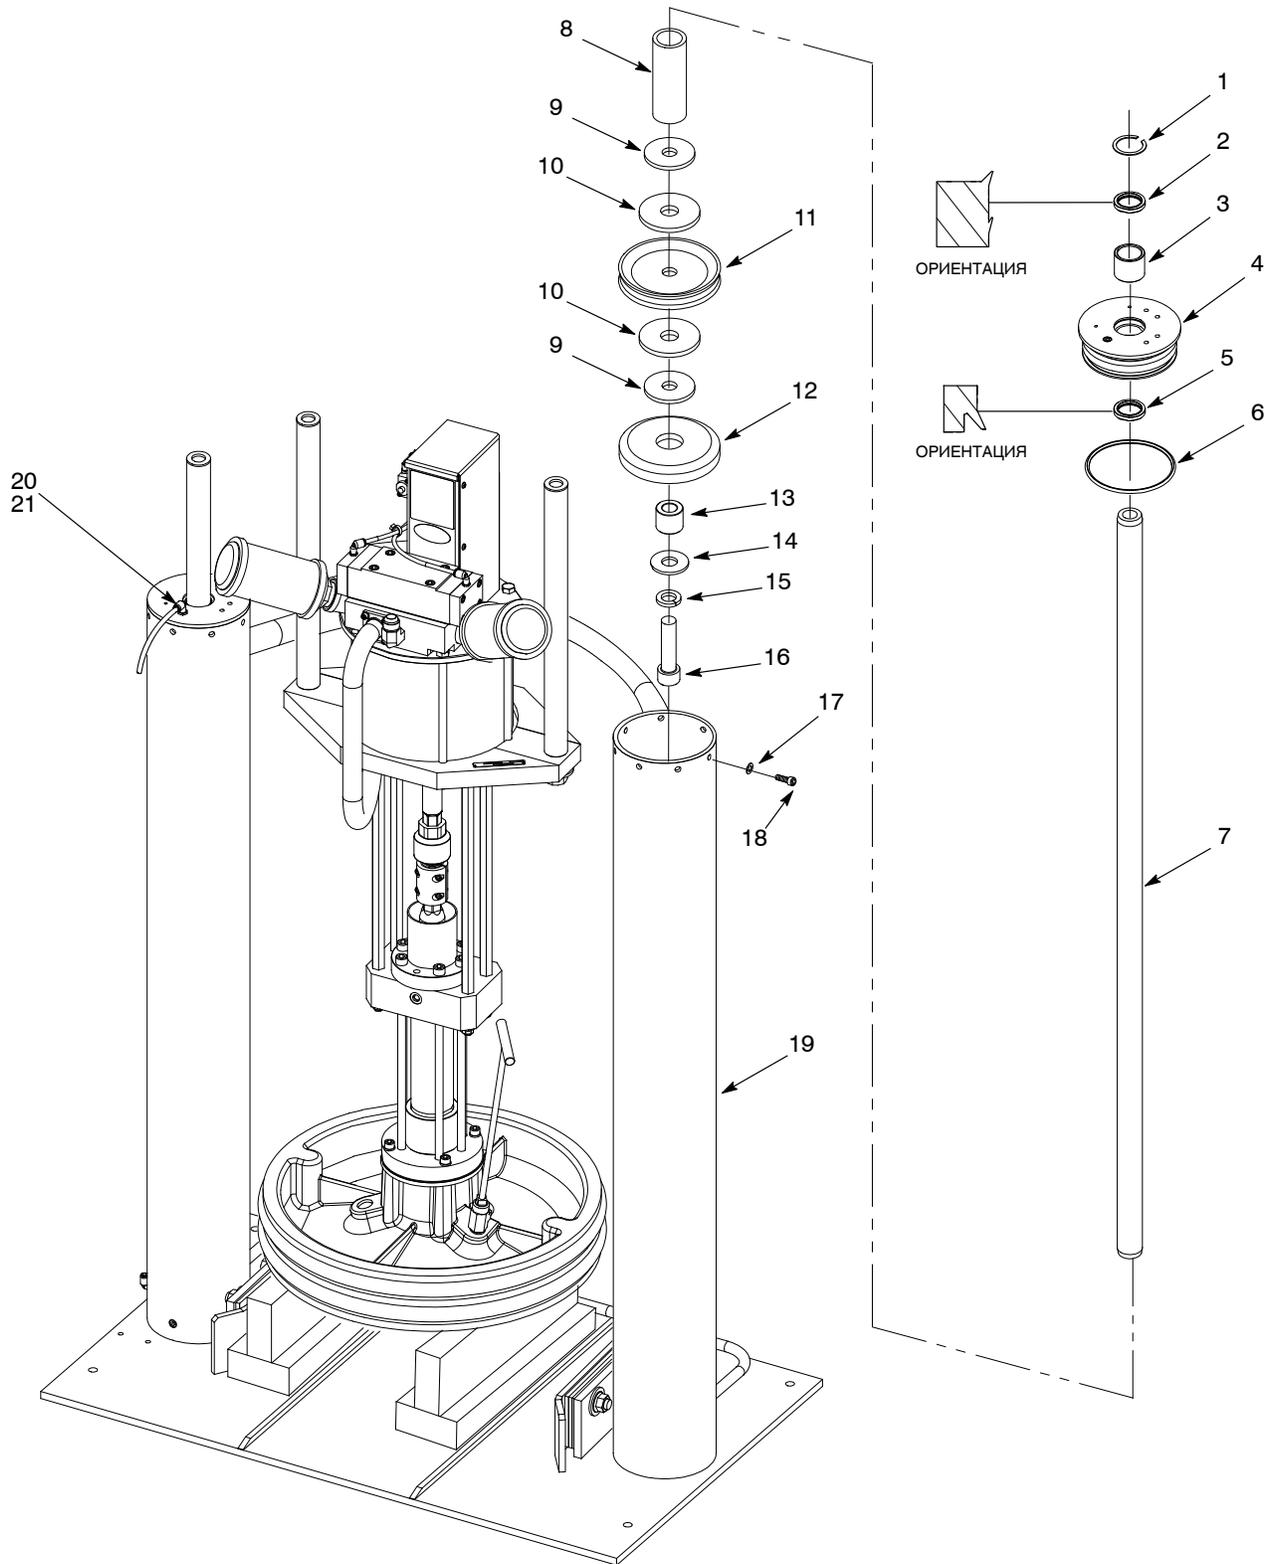

Рис. 3 Ремонт цилиндров большой рамы
1. См. рис. 3. Снять с каждого штока цилиндра (7) следующие детали:
- винт штока (16)
- стопорные шайбы (15)
- плоские шайбы (14)
- нижнюю втулку поршня (13)
- направляющий диск поршня (12)
- опорные диски поршня (9)
- прокладки (10)
- сальник поршня (11)
- ограничитель поршня (8)
2. Снять головку цилиндра (4) с каждого штока цилиндра (7).
1. См. рис. 3. Очистить внутренние стенки пневмоцилиндров (19). Во избежание коррозии немедленно нанести слой смазки для уплотнительных колец.
2. Очистить головки цилиндров (4) и штоки цилиндров (7).
3. Заменить сальники (5 и 11), маслосъемные кольца (2), подшипники (3), уплотнительные кольца (6) и прокладки (10).
1. См. рис. 3. Смазать вазелином и установить на каждую головку цилиндра (4) следующие новые детали:
- сальник штока (5)
- подшипник (3)
- маслосъемное кольцо (2)